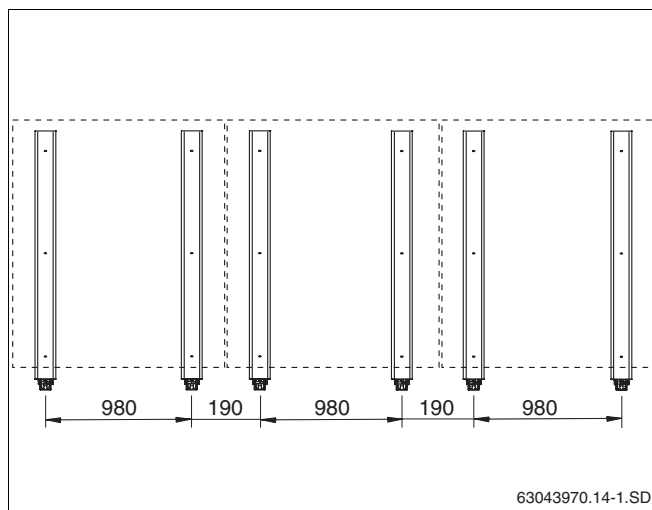

Bild 25 Montering för maximal last 3 lodräta solpaneler
5.2.2 Montering för maximal last (tillbehör, bild 25)